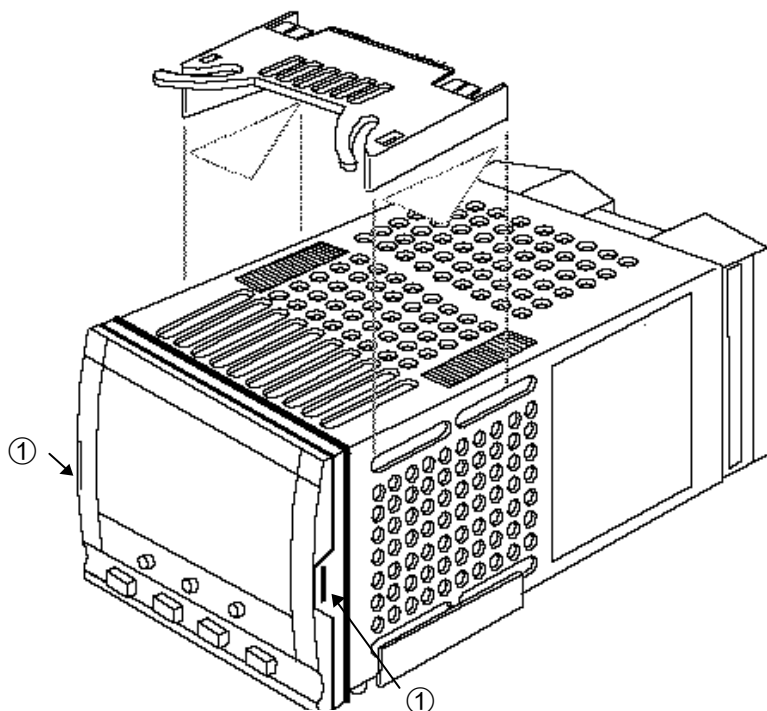

Figure 1-6 : régulateur dans son manchon
1. Retirer le régulateur de son manchon en poussant les deux clips de verrouillage ① (figure 1-6) vers l'extérieur et en le sortant de son manchon. Aucun outil n'est nécessaire pour cette opération.